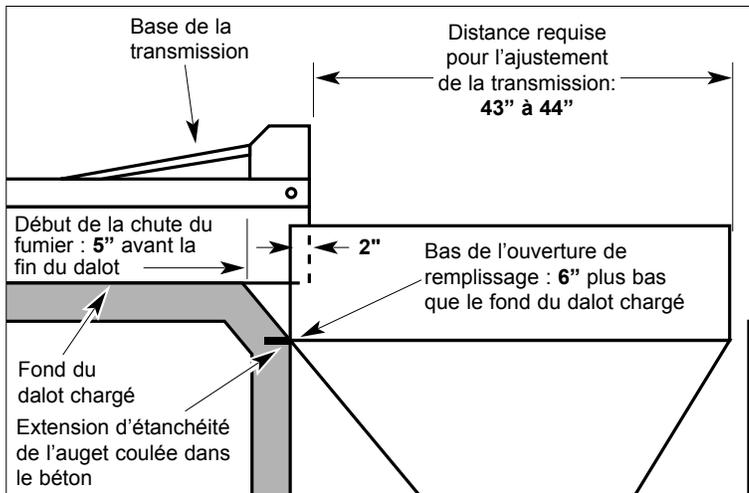

fig. 1
1. Positionner le Magnum pour que l'ouverture de l'auget soit 6" plus basse que le fond du dalot du nettoyeur — *fig. 1*.
2. Couler l'extrémité du dalot chargé du nettoyeur en pente pour que le fumier puisse commencer sa chute 5" avant d'atteindre la fin du dalot — *fig. 1*.
3. Positionner la base de la transmission pour qu'il y ait entre 43" et 44" de distance entre l'extrémité de la base de transmission et la paroi opposée de l'auget — *fig. 1*.